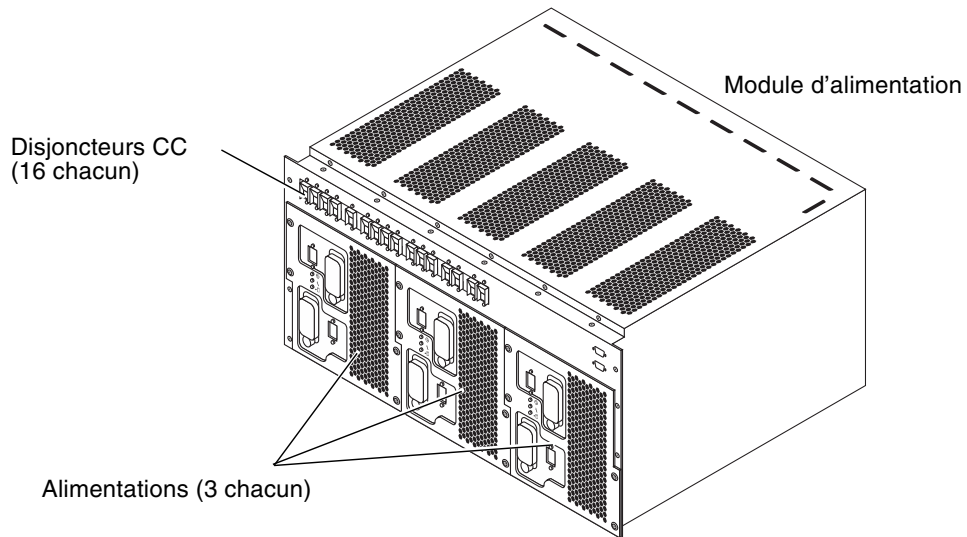

FIGURE 2-8 Disjoncteurs et alimentations électriques
2. Assurez-vous que tous les disjoncteurs CC situés à l'avant et à l'arrière des modules d'alimentation sont activés (position On), comme illustré par la FIGURE 2-8.